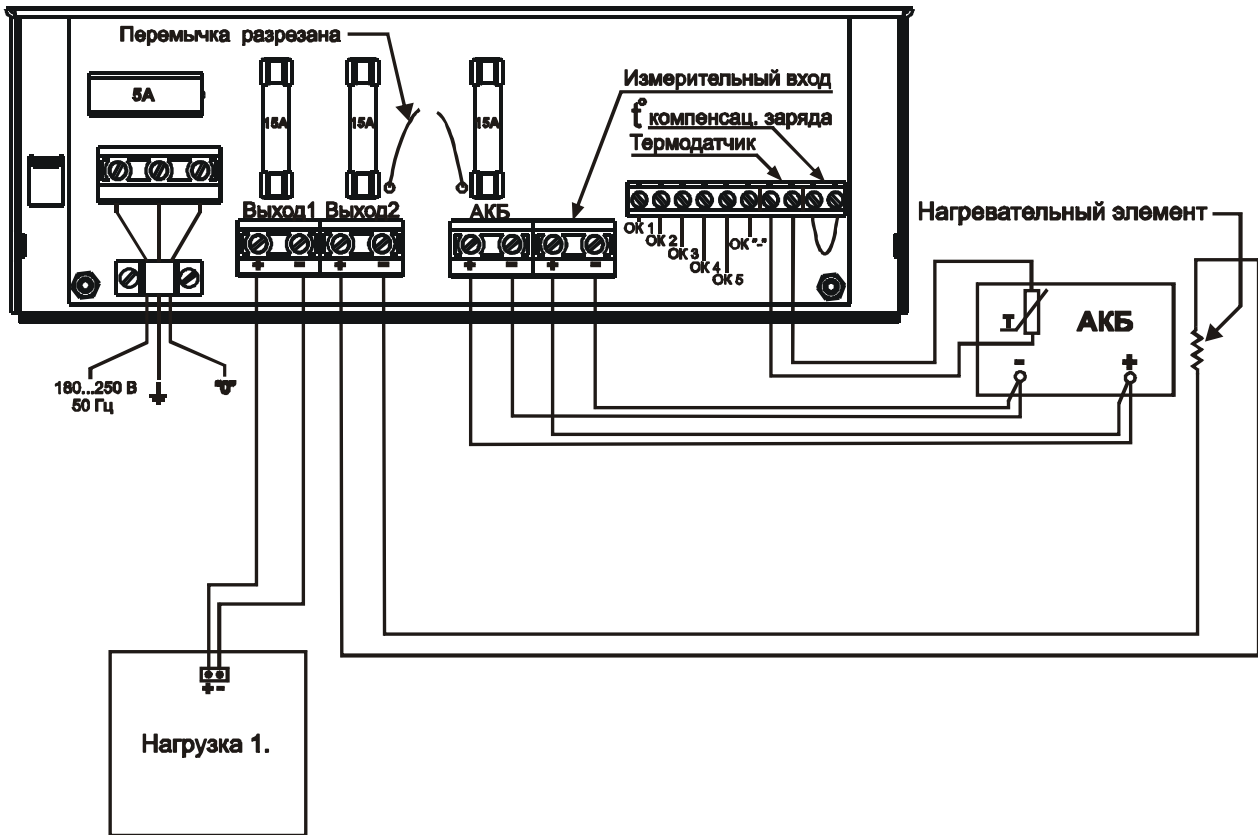

Рис.4
- ♦ Подключите, при необходимости, руководствуясь схемой подключения (рис.4), нагревательный элемент (не входит в комплект поставки) к контактам колодки «Выход 2», . Перережьте проводную перемычку поз.13 рис. 1. Оголенные концы провода изолируйте электроизолирующим материалом. Закрепите нагревательный элемент на АКБ согласно эксплуатационной документации на нагревательный элемент.